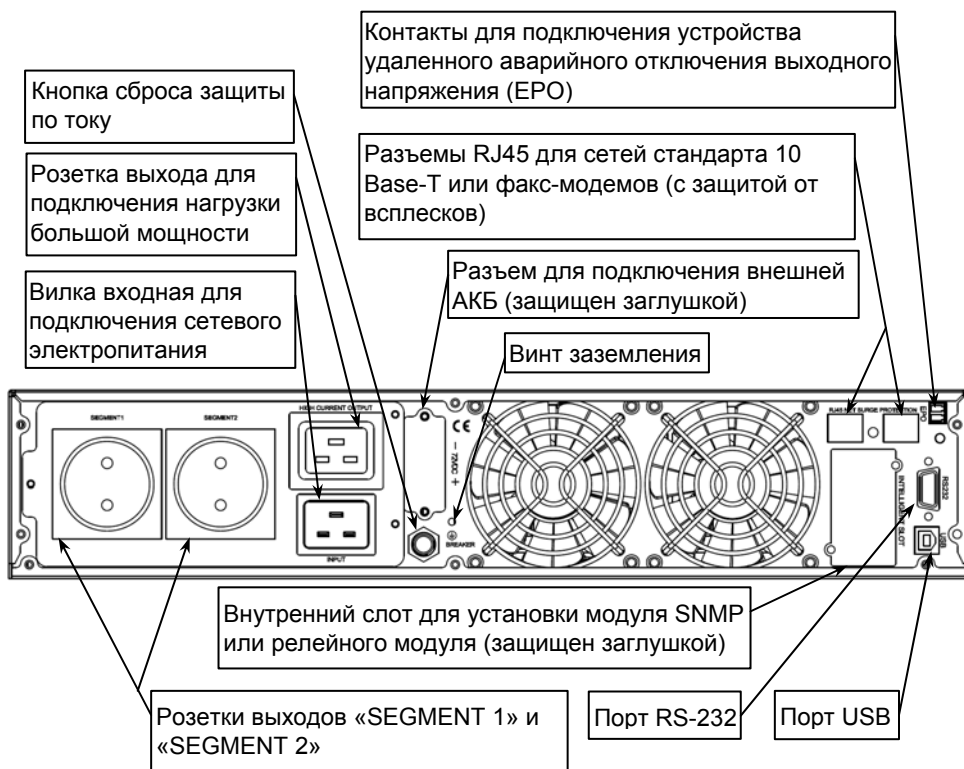

Рисунок 2 – общий вид задней панели изделия
**На задней панели изделия** расположены: входной и выходные разъемы, разъем для подключения внешней аккумуляторной батареи, кнопка сброса срабатывания защиты по току (срабатывание защиты происходит при превышении уровня входного тока выше допустимого), вентиляторы охлаждения и разъемы коммутационных портов (см. рисунок 2).